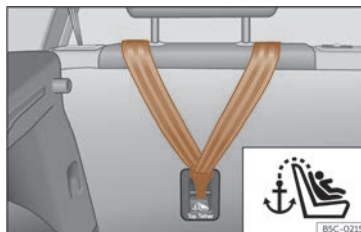
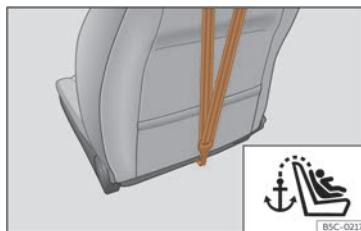

Abb. 41 Rückseite der Rücksitzbank: Verankerung für den Top Tether Haltegurt.
Abb. 42 Rückseite der Beifahrersitzlehne: Verankerung für den Top Tether Haltegurt (nicht in allen Märkten/Versionen erhältlich).
Kindersitze mit dem Top Tether-System sind mit einem Gurt für dessen Befestigung am Verankerungspunkt des Fahrzeugs ausgestattet. Dieser Verankerungspunkt befindet sich im hinteren Teil der Rückenlehne des Rücksitzes und des Beifahrersitzes¹⁾ (mit dem Symbol  gekennzeichnet) und bietet einen besseren Rückhalt >>> (Abb. 41), >>> (Abb. 42).
- Den Haltegurt verschieben und ordnungsgemäß an der Verankerung des hinteren Teils der Rückenlehne befestigen >>> (Abb. 41), >>> (Abb. 42).